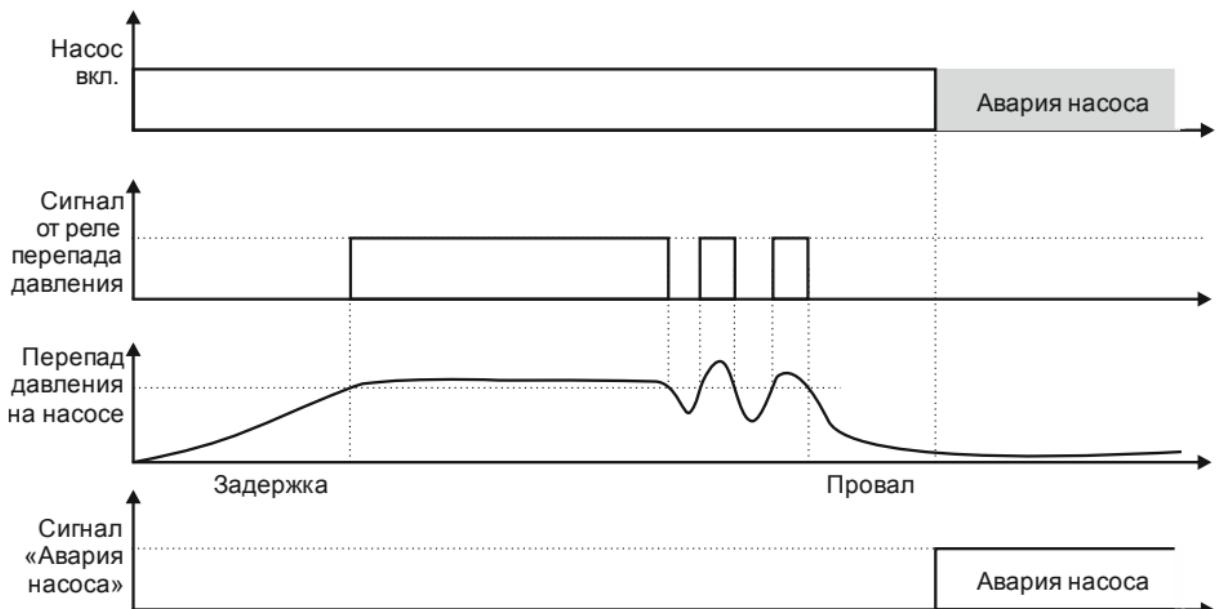

Рисунок 3.2 - Обработка сигнала от датчика перепада давления ($\Delta P_1/\Delta P_2/\Delta P_3$)
- 1) Нет перепада давления на насосе (рисунок 3.2)